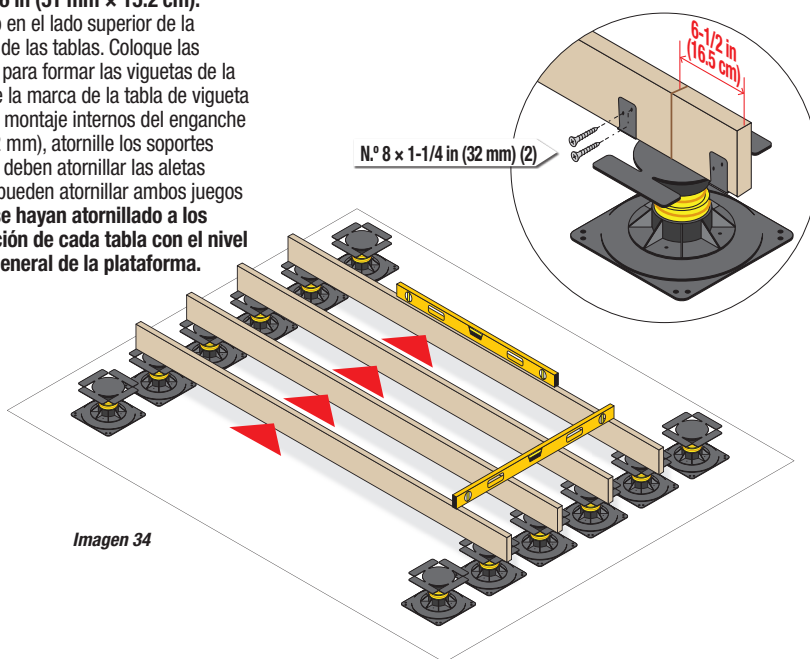

Imagen 34
Seleccione **cuatro (4)** de las tablas de vigueta de 10 ft (3.05 m) y 2 × 6 in (51 mm × 15.2 cm). Una marca en cada tabla de vigueta a 6-1/2 in (16.5 cm) de cada extremo en el lado superior de la tabla. Usando la escuadra de carpintero, marque también los lados largos de las tablas. Coloque las cuatro tablas de vigueta en el grupo de cuatro pedestales **más al centro** para formar las viguetas de la plataforma. Coloque cada tabla de vigueta sobre dos (2) pedestales. Alinee la marca de la tabla de vigueta con el centro del pedestal. *(Consulte la imagen 34)*. Eleve los soportes de montaje internos del enganche superior de vigueta y, con los tornillos para exteriores n.º 8 de 1-1/4 in (32 mm), atornille los soportes de montaje a la tabla de vigueta en cada lado. Para cada pedestal, solo se deben atornillar las aletas centrales del enganche superior de vigueta. Sin embargo, si se desea, se pueden atornillar ambos juegos de soportes de montaje. **Después de que las cuatro tablas de vigueta se hayan atornillado a los cuatro grupos centrales de pedestales, verifique la altura y la alineación de cada tabla con el nivel y ajuste los pedestales según sea necesario para mantener el nivel general de la plataforma.**